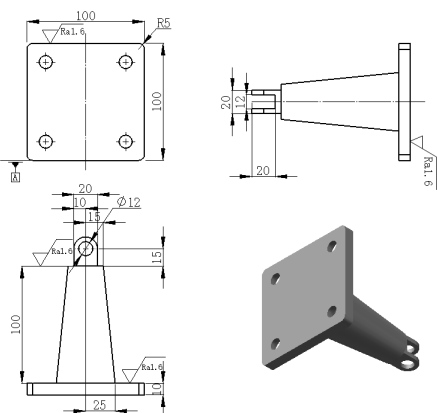

图 6-66 标注表面粗糙度
**08** 设置完成后，移动光标到需要标注表面粗糙度的位置，单击即可完成标注，单击属性管理器中的“确定”按钮，表面粗糙度即可标注完成。下表面的标注需要设置角度为90°，标注表面粗糙度效果如图6-66所示。